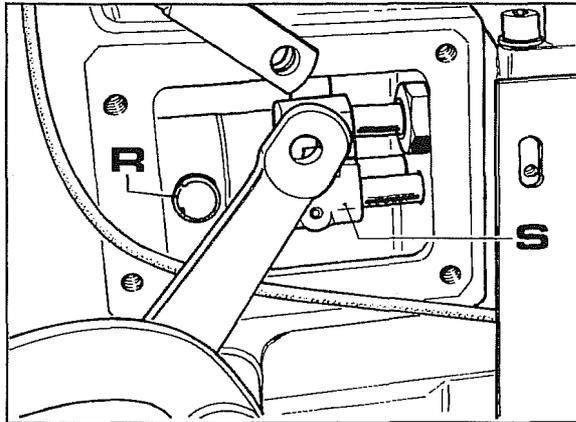

Fig. 8
- 2 Extraer el manguito **S** y quitar el resorte **R** del cojinete de empuje indicados en la fig. 8. Quitar el resorte del lado opuesto.